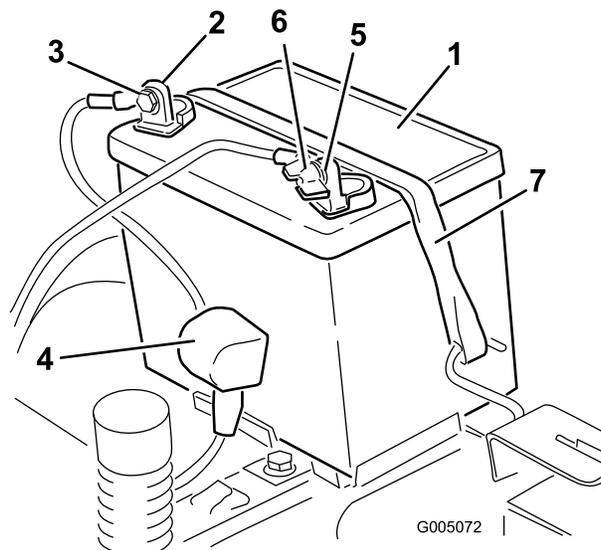

Figura 44
4. Desligue o cabo negativo (preto) do pólo da bateria (Figura 44). Guarde todos os parafusos e porcas.
5. Deslize a cobertura de borracha para cobrir o cabo positivo (vermelho). Desligue o cabo positivo (vermelho) do pólo da bateria (Figura 44). Guarde todos os parafusos e porcas.
6. Retire o suporte da bateria (Figura 44) e levante a bateria para a retirar da respetiva plataforma.
- Posicione a bateria no tabuleiro (Figura 44).
- Prenda a bateria ao suporte (Figura 44).